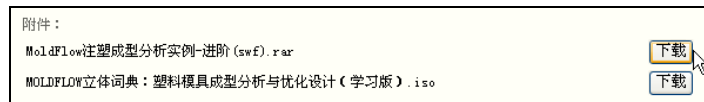

图 4
(6) 单击页面下方的“下载”按钮即可下载学习版立体词典和进阶实例的多媒体语音教程(见图 4)。